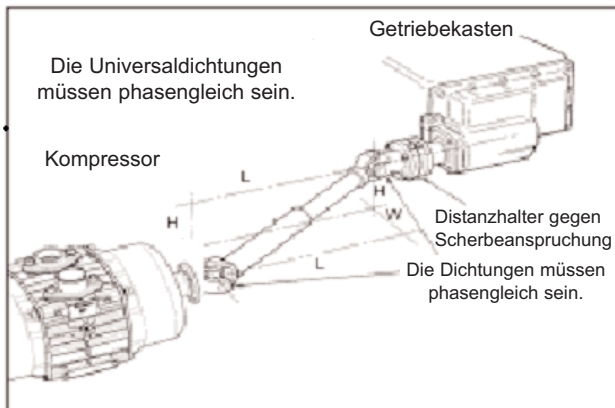

Abb. 5
2.3 ANTRIEBSWELLE - Siehe Abb. 5